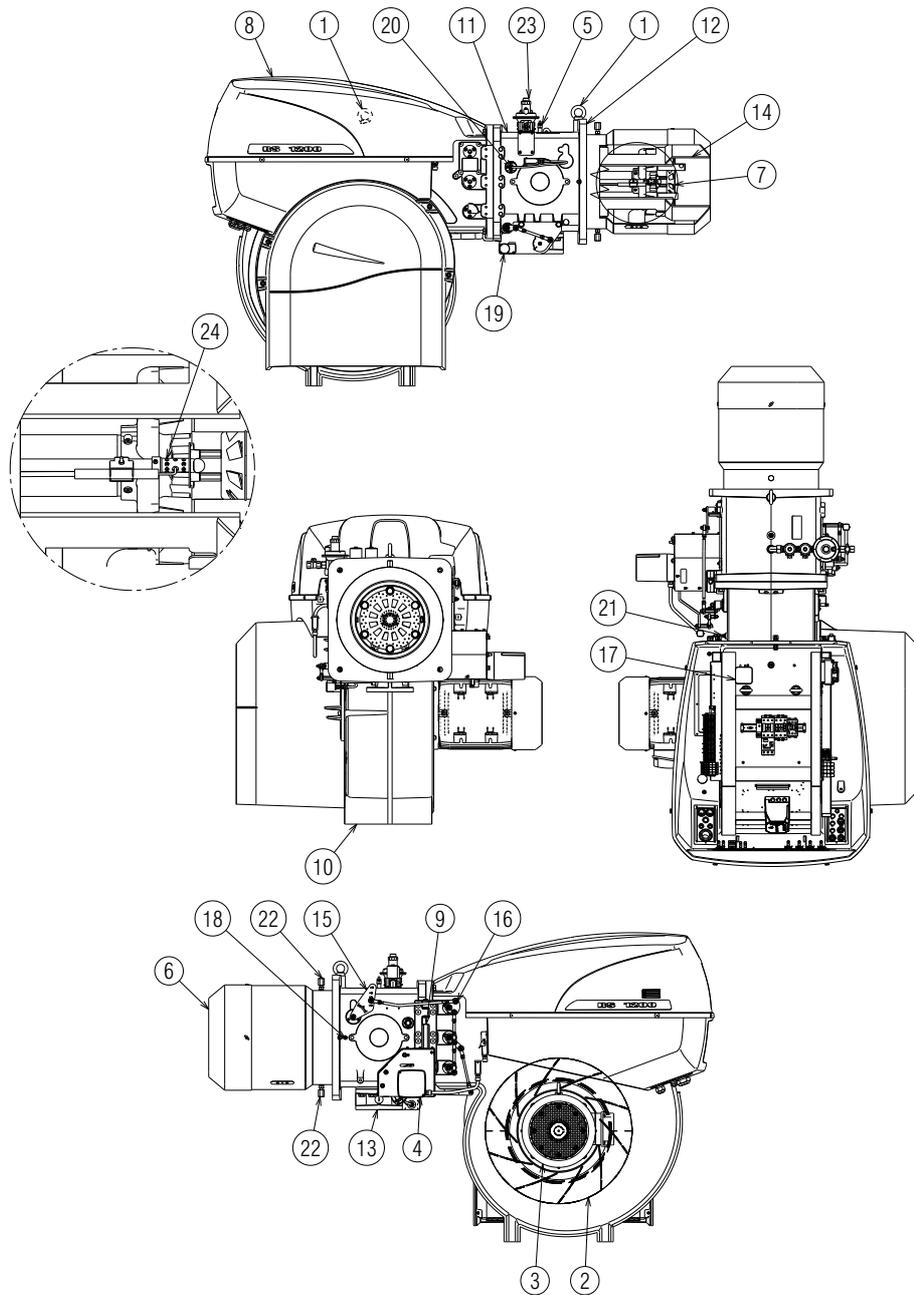

Fig. 4
- (1) Conditions de référence: Température ambiante 20 °C - Température du gaz 15 °C - Pression barométrique 1013 mbar - Altitude 0 m a.d.n.m.
(2) Pression à la prise 5)(Fig. 4 à la page 11) avec pression zéro dans la chambre de combustion et à la puissance maximale du brûleur.
(3) Pression sonore mesurée dans le laboratoire de combustion du constructeur, avec le brûleur fonctionnant sur la chaudière d'essai, à la puissance maximale. La puissance sonore est mesurée grâce à la méthode en « champ libre », prévue par la norme EN 15036, et conformément à la précision de mesure « Précision : Catégorie 3 », comme décrit par norme EN ISO 3746.